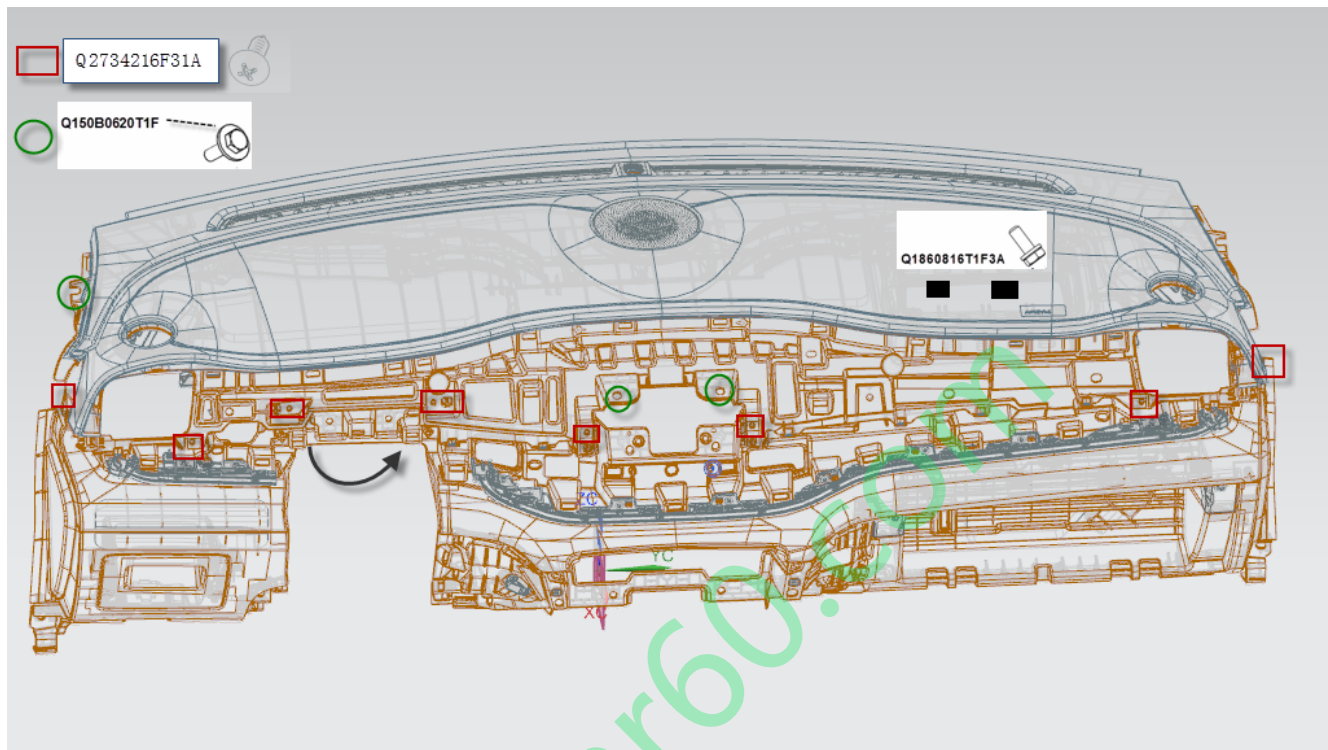

图 1.5.11 仪表板上本体拆卸示意图
- (1) 将杂物箱打开, 然后在杂物箱右侧找到杂物箱气动弹簧拉绳, 将拉绳再拉长一点使得其脱出杂物箱上的半圆结构, 按图 1.5.11 所示脱开气动弹簧拉绳与杂物箱总成的连接;
- (2) 将杂物箱两侧的限位块通过旋转 90 度取出, 使下本体不再对杂物箱有限位功能;
- (3) 将杂物箱总成转轴处与仪表板下本体配合紧固处沿 X 方向用力脱开, 即可取出杂物箱总成。